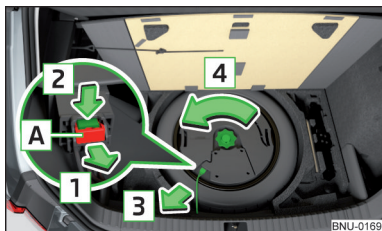

Fig. 319
- › Trageți elementul de blocare **A** din conector în sensul săgeții **1** » fig. 319.
- › Înșurubați șurubul de siguranță în sensul opus săgeții **4**, până la capăt » fig. 319.